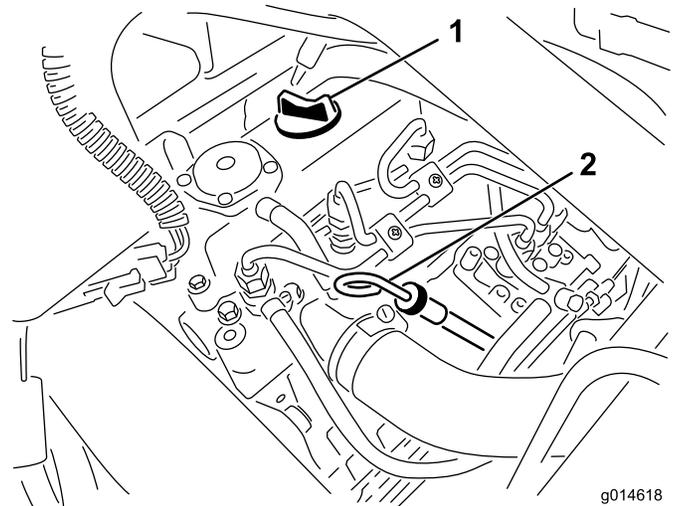

Figura 25
2. Retire a vareta e limpe-a com um pano limpo (Figura 25). Volte a colocar a vareta no tubo e verifique se está completamente introduzida. Retire a vareta do tubo e verifique o nível de óleo. Se o nível de óleo estiver baixo, retire o tampão de enchimento da cobertura da válvula e **lentamente** adicione óleo suficiente para elevar o nível de óleo até à marca Full,